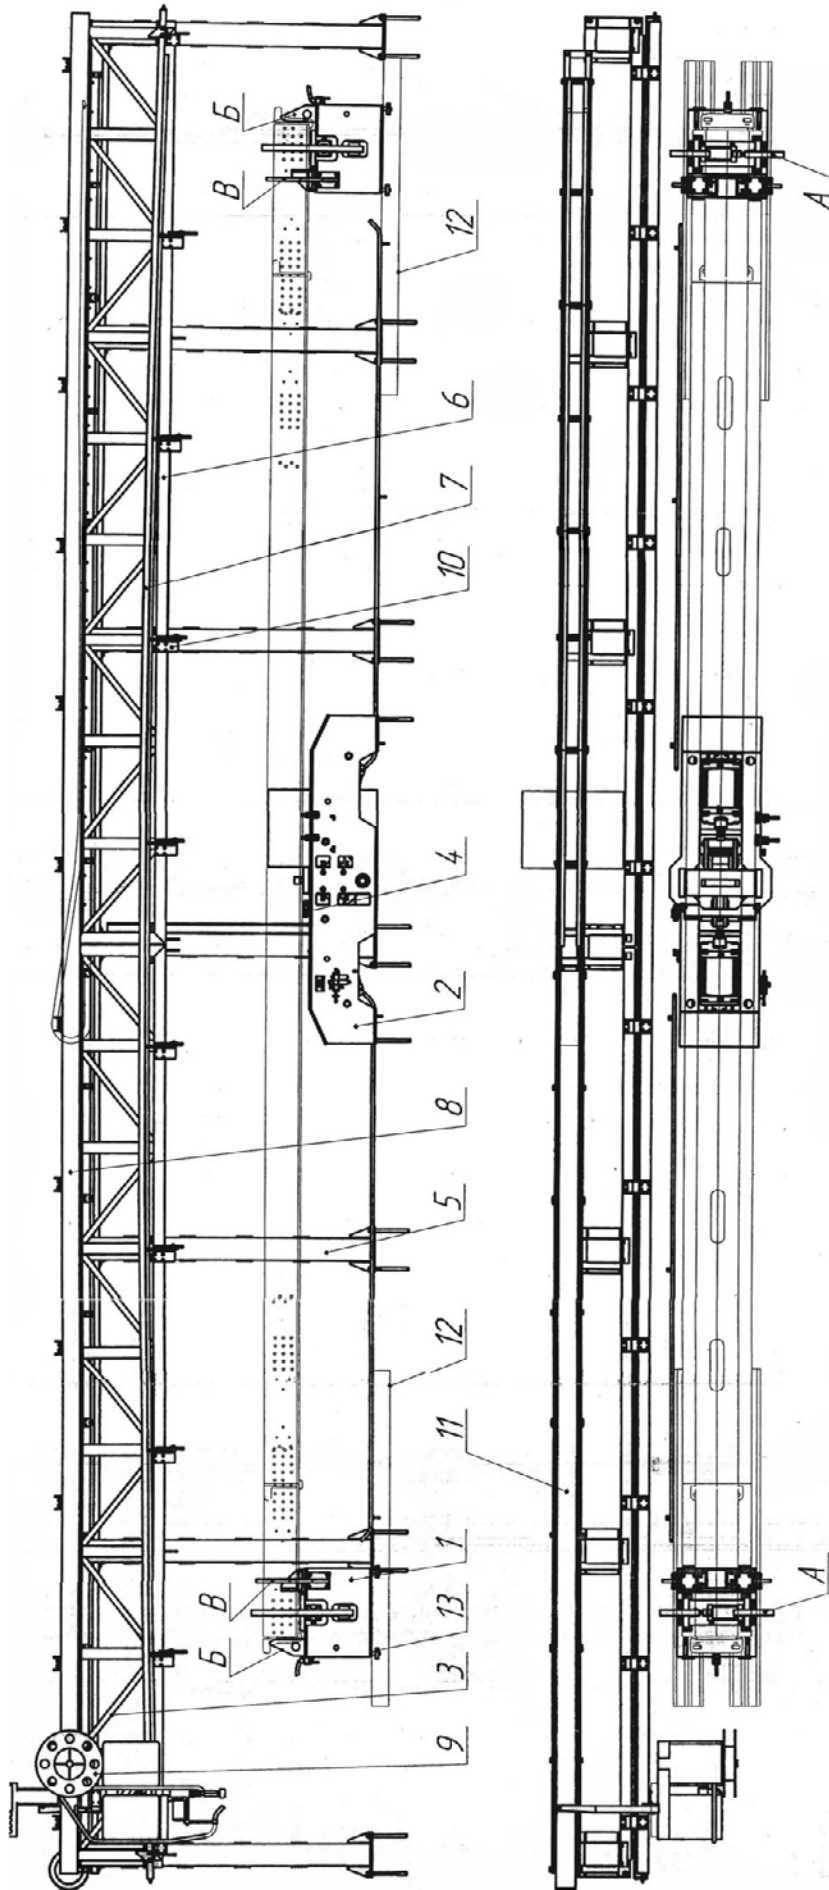

Рисунок 6.1 – Установка автоматической сварки продольного шва хребтовой балки зерновоза и цементовоза
**6.1.1 Назначение, устройство и технические характеристики стенда для автоматической сварки.** Стенд предназначен для автоматической сварки продольного шва хребтовой балки зерновоза и цементовоза. Технические характеристики стенда представлены в таблице 6.1. Стенд (рисунок 6.1) представляет собой комплекс оборудования, обеспечивающий установку, фиксацию и автоматическую сварку продольного шва хребтовой балки.
- перед запуском станда произвести согласование прогиба нижней направляющей под сварочный автомат с прогибом балки. Согласование произвести путем перемещения сварочного автомата вдоль балки и замера вылета электрода. Разность замеров вылета электрода не должна превышать  $\pm 2$  мм. Изменение прогиба направляющей производить путем вращения регулировочных винтов опор 10 (см. рисунок 6.1).
**Исходное положение механизмов** (см. чертеж, рисунок 6.1):
**Порядок работы** (см. чертеж, рисунок 6.1).